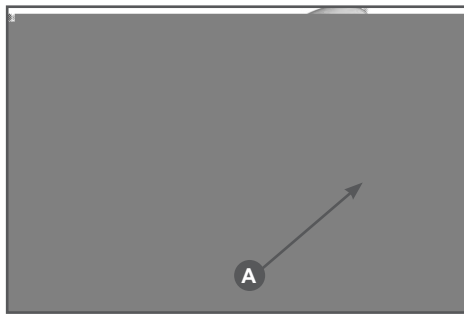

Рис. 18 Болт отверстия для смазки редуктора
Через 20 часов работы, но не реже одного раза в сезон, необходимо проверять и добавлять смазку в редуктор. Для смазки редуктора и вала штанги рекомендуется использовать универсальную смазку для редуктора CHAMPION EP-0, либо аналогичную смазку других производителей. Необходимо открутить болт (A) Рис.18 и с помощью шприц-масленки добавить смазку (примерно 5-10 см3).